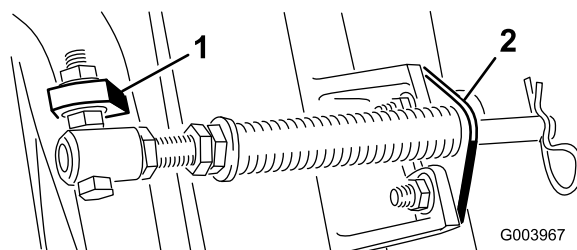

図 5
注 図 5
- D. カッティングユニットのタブにロッドブラケットを取り付け、キャリッジボルトとナットで固定する 図 5。